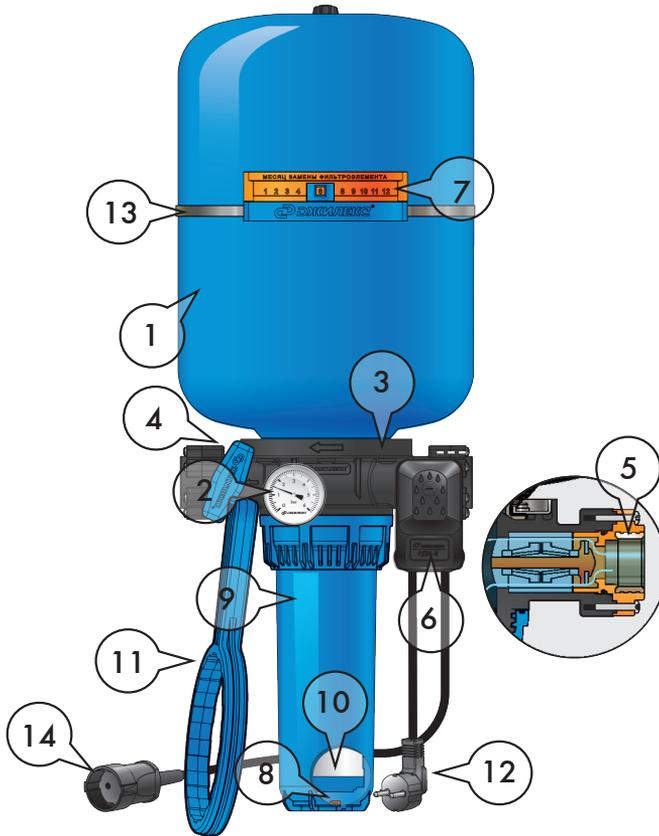

Рисунок 2
КРАБ (рисунок 2) состоит из корпуса (3) с местом крепления гидроаккумулятора (1), колбы фильтра (9), манометра (2) и реле давления (6). Корпус имеет входной резьбовой патрубок 1" с встроенным обратным клапаном (5) и выходной резьбовой патрубок 1" с шаровым краном (4).